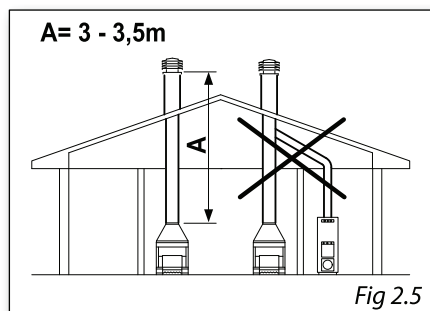
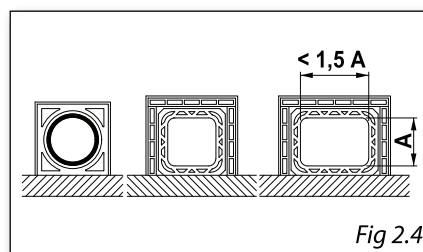

Fig 2.5
Fig 2.4
- Le dimensioni della canna fumaria dovranno essere conformi a quanto riportato nella scheda tecnica. È consigliabile l'uso di canne fumarie coibentate in refrattario o in acciaio inox di sezione circolare, con pareti interne a superficie liscia (Fig. 2.4). La sezione della canna fumaria dovrà mantenersi costante per tutta la sua altezza. Si consiglia un'altezza minima di 3 - 3,5m (vedi Fig. 2.5) in funzione del diametro (vedi caratteristiche tecniche). È opportuno prevedere, sotto l'imbocco del canale da fumo, una camera di raccolta per materiali solidi ed eventuali condense. Le caratteristiche della canna fumaria devono essere conformi a quanto prescritto dalle norme UNI 9615, 9731 e UNI 10683.
- The dimensions of FLUE PIPE must be as set forth in the table of technical data. It is advisable to use flues insulated with a refractory material or in stainless steel with a circular cross section and smooth internal walls (Fig. 2.4). Flue cross-section should be kept constant for all its height. A minimum height of 3 - 3,5m is recommended (see Fig. 2.5) depending on diameter (see technical characteristics). Under the outlet of the smoke pipe there should be a chamber for gathering solid materials and any condensation. The characteristics of the flue pipe must be compliant with the provisions of standards EN 10683 - EN 1856-1-2 - EN 1857 - EN 1443 - EN 13384-1-3 - EN 12391-1.